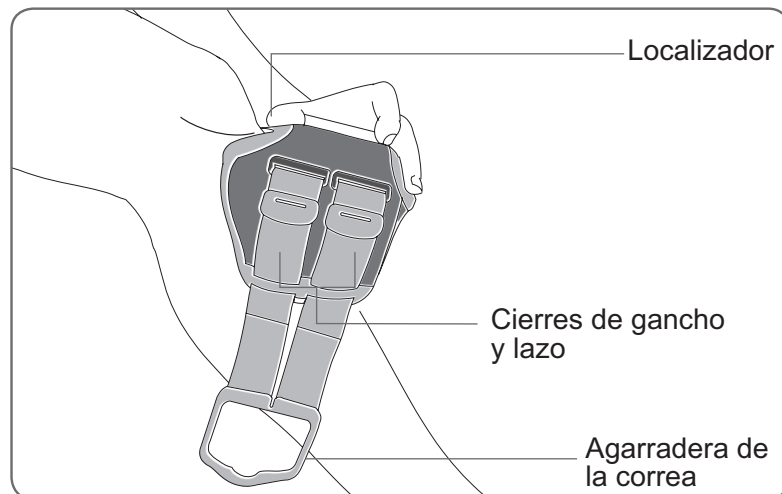
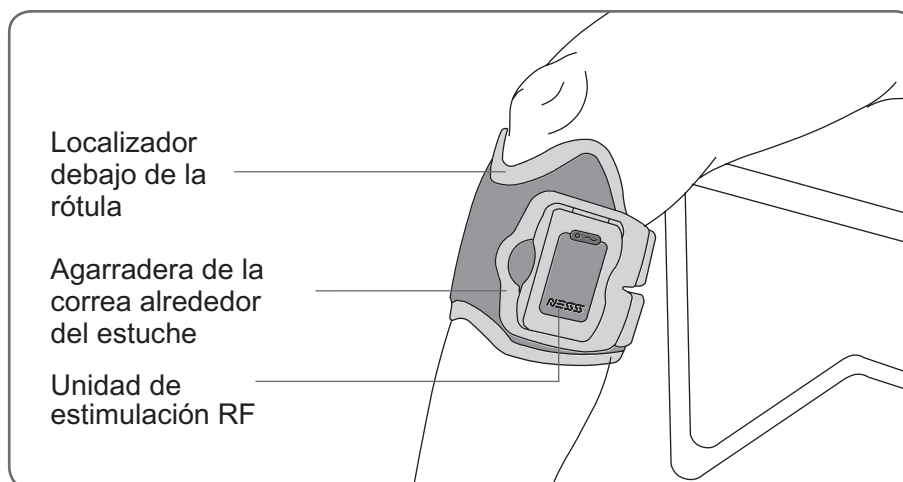

Figura 5: Cómo inclinar la banda de EF para colocarla sobre su pierna.
Figura 7: Banda de EF abrochada en la pierna derecha.
4. Asegúrese de que los electrodos están conectados a sus bases. Luego, aferre la parte delantera de la banda de EF por el estuche e incline la parte inferior de la banda de EF hacia arriba. Deslice el localizador por su pierna hacia arriba hasta que quede cómodamente ajustado por debajo de su rótula. Vea la Figura 5.
7. Asegúrese de que la banda de EF está colocada en la posición correcta. Vea la Figura 7. Si no lo está, quítese la banda de EF y vuelva a colocarla. Ajuste los cierres de gancho y lazo (vea la Figura 5) para lograr un ajuste bien ceñido.